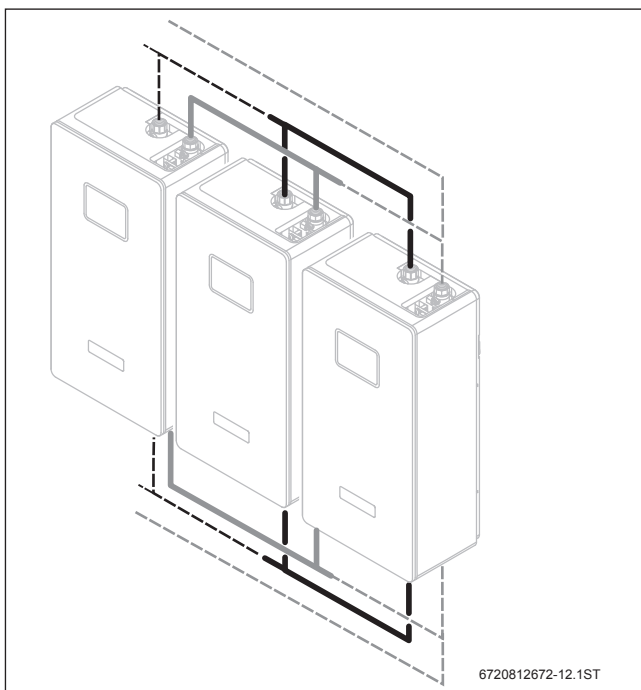

Bild 157 Beispiel: FS120/3 (N) mit Verrohrungsset (Tichelmann-Prinzip)
Zur Verbindung der Kaskadenstationen Logalux FS54/3 (N) bzw. FS80/3 (N) ist ein Verrohrungsset erhältlich. Dieses Set macht eine einfache Verbindung bei der Stationen möglich. Die Anschlussseite kann frei gewählt werden. Bei 3er- oder 4er-Kaskaden kann das Verrohrungsset mit einer zusätzlichen bauseitigen Verrohrung (gestrichelt dargestellt) verwendet werden (→ Bild 157, 158 und 159).